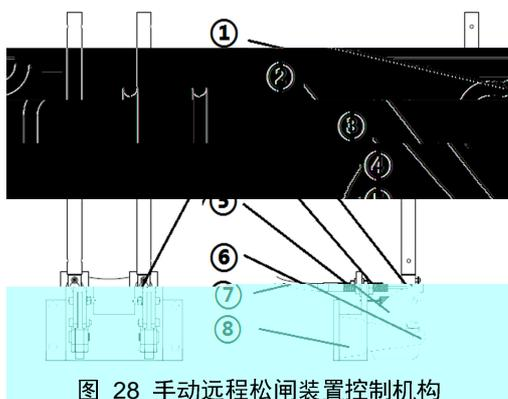
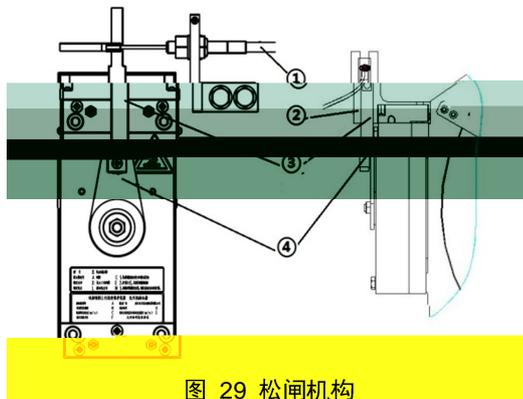

图 28 手动远程松闸装置控制机构
图 29 松闸机构
该装置适用于无机房曳引机，实现远距离的制动器装置的松闸；该装置用在紧急状态时营救轿厢中被困人员，提高解救速度。手动远程松闸由松闸手柄① 手柄连接杆② 拉簧③ 销④ 半圆盘顶杆⑤ 定位销⑥ 刹车线⑦ 盒内底座⑧。示意图见（P11 图 28 图 29）所示。